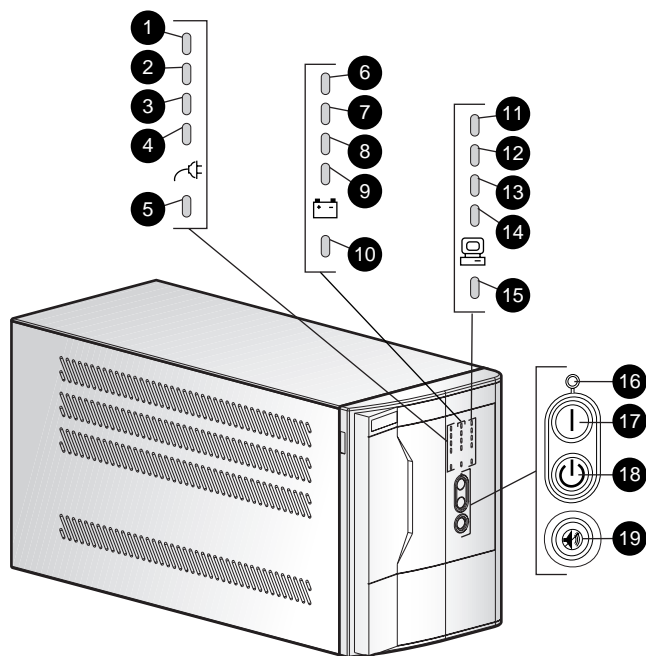

図4-2. フロントパネルのLEDディスプレイと制御ボタン
5. 設定パラメータをスクロールするには、オン ボタン (②) を押します。UPSは、短いビープ音で操作を認識したことを知らせます。LEDディスプレイの表示を確認します (図4-2を参照。LED 1が点滅するとパラメータ1が選択されていることを示し、パラメータ2が選択されているとLED 2が点滅する、など)
- オン ボタン (②) とアラーム停止ボタン (④) を同時に押します。